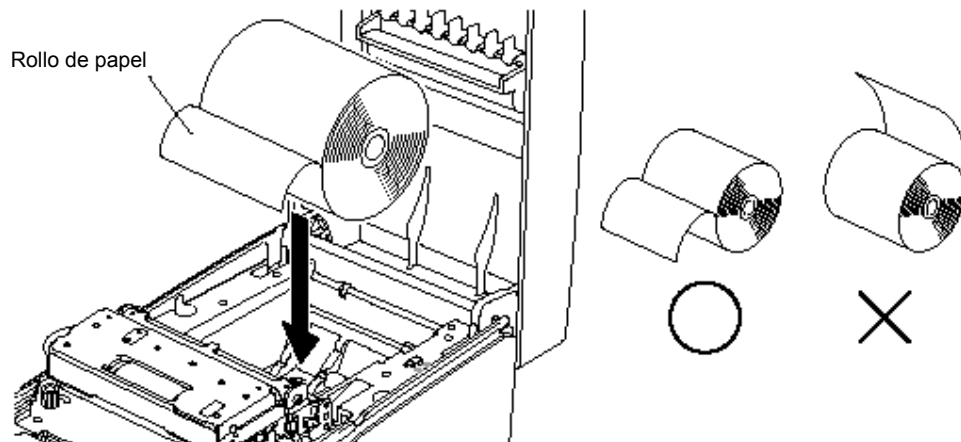

Fig. 5-13 Colocación del papel
- ② Corte la orilla frontal del rollo de papel en forma perpendicular.
- ③ Confirme que el interruptor de encendido hacia la impresora está en encendido.
- ④ Observando la posición correcta del rollo de papel, colóquelo en el hueco como se muestra en la Fig. 5-13.